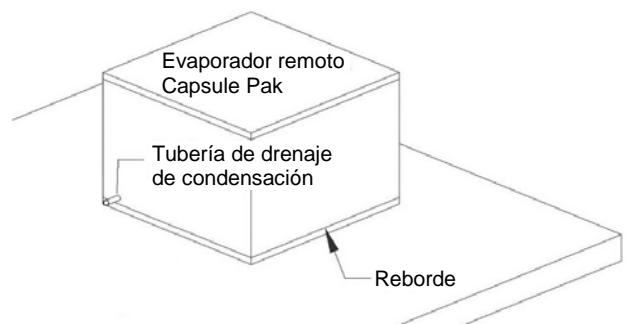

Figura 8
4. Tome nota de la ubicación de la tubería de drenaje de condensación que proviene del evaporador. Ubique el vaporizador eléctrico de manera que la condensación se dirija en esa dirección. Consulte la Figura 8. Si no se puede ubicar el vaporizador en la tubería de drenaje, utilice las tuberías plásticas proporcionadas, el tubo acodado de cobre y las abrazaderas de manguera para extender la tubería de drenaje. Corte las tuberías plásticas según la extensión necesaria.